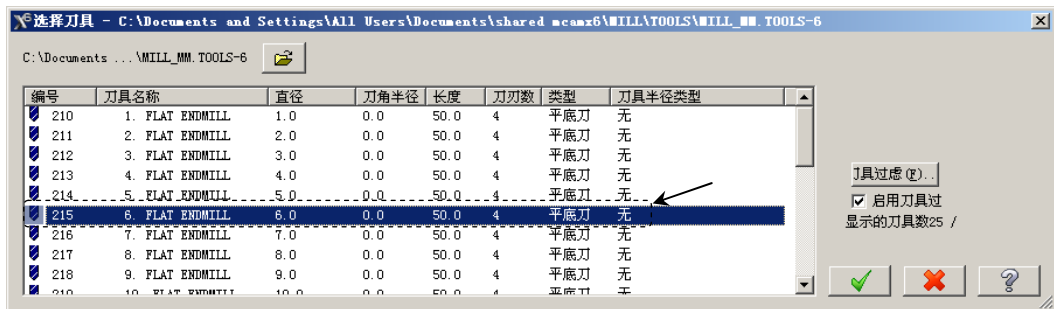

图 9.11 “选择刀具”对话框
Step4. 选择刀具。在“曲面残料粗加工”对话框中，单击 **选择刀具...** 按钮，系统弹出图 9.11 所示的“选择刀具”对话框，在该对话框的列表框中选择图 9.11 所示的刀具。单击  按钮，关闭“选择刀具”对话框，系统返回至“曲面残料粗加工”对话框。